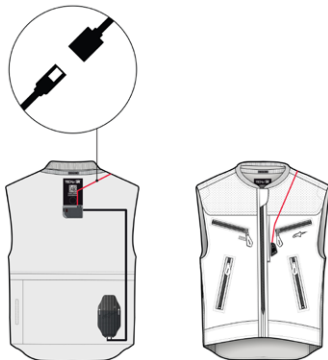

Figura 16
1. Accedere all'unità di controllo elettronico (3) presente nella tasca situata sul retro del Sistema. Per accedere alla tasca, aprire il gilet utilizzando la cerniera e i ganci presenti nella parte interna del gilet.
2. Scollegare il cavo che alimenta il Display a LED (2), come indicato nella Figura 16.